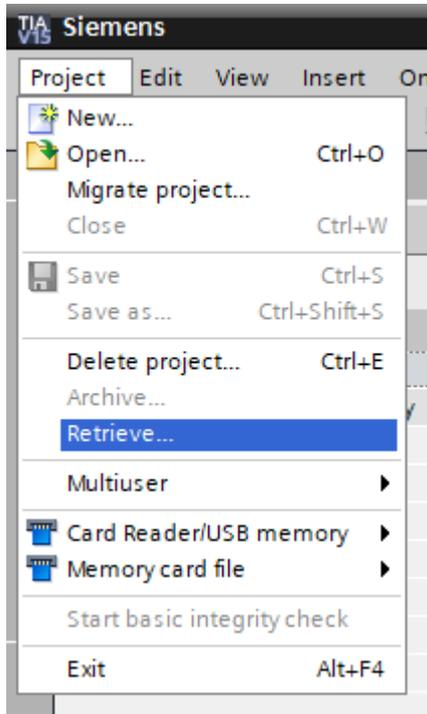

图 7: 解压 TIA 项目的存档
- 在项目视图中可以解压项目。ZIP 文件“150-001-project-hs-darmstadt-0919-en.zip”中提供了各种项目供本模块使用。TIA 项目的名称为“150-001\_DigitalTwinAtEducation\_TIAP\_Basic.zap15”。如果想要解压存档，请在 TIA 博途的项目视图中从菜单栏选择“项目”，然后选择“解压存档”（参见图 7）并查找相应的档案。）然后使用“打开”按钮确认选择。